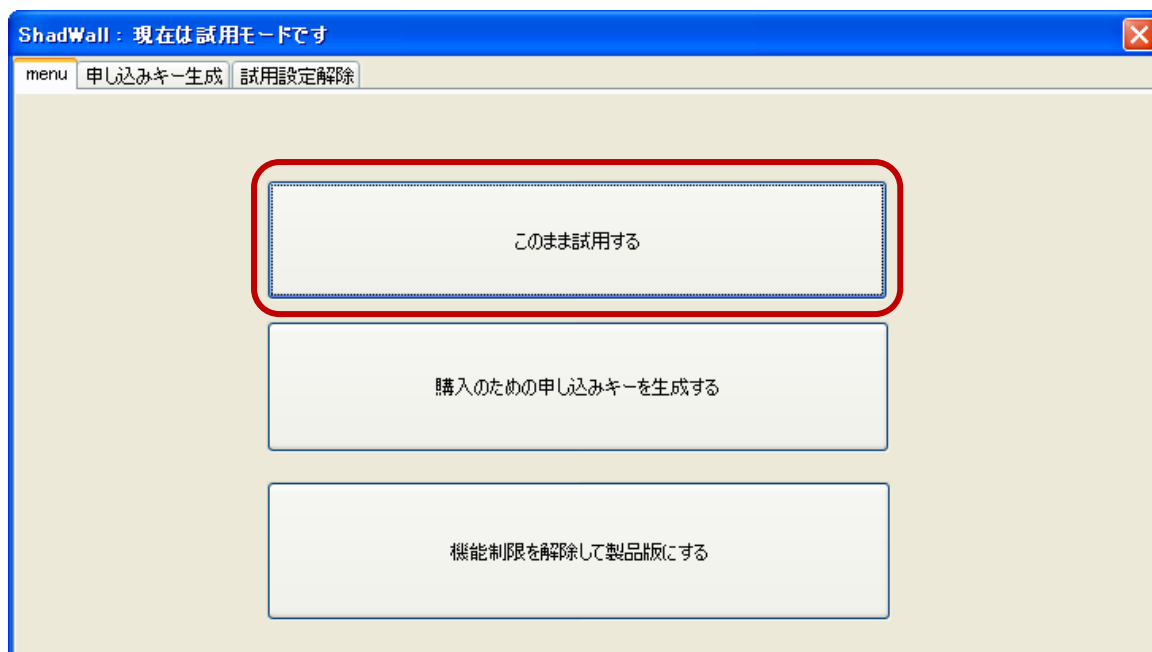

図 3-1 起動画面からの ShadeWall(試用版)の選択
(1) コンピュータにインストールした ShadeWall を起動させると図 3-1 の画面が表示されます。ここで“このまま試用する”を左クリックしてください。